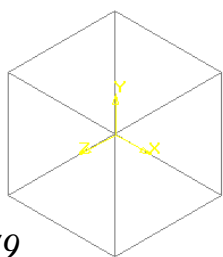

Рис. 79
12. Нажмите кнопку Создать в диалоговом окне Параметры. Получите трехмерный куб без невидимых линий (см. рис. 79).